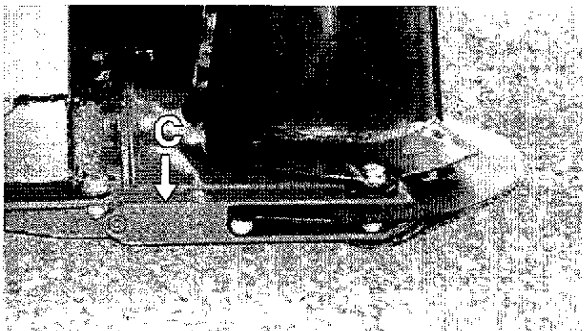

fig.39
- Per la sostituzione dell'olio: posizionare la barra in posizione orizzontale, rimuovere il riparo laterale, il coperchio **C** (fig.39) e lasciare fuoriuscire l'olio.
- To change the oil, the bar should be horizontal. Then remove the side guard, the cover **C** (fig.39) and allow the oil to drain out.
- Pour la vidange de l'huile: placer la barre à l'horizontale, déposer la protection latérale, il couvercle **C** (fig.39) et laisser l'huile s'écouler.
- Para el cambio de aceite: colocar la barra en posición horizontal, quitar la protección lateral, la tapa **C** (fig.39) y dejar salir el aceite.
- Zum Ölwechsel: die Stange in horizontale Stellung bringen, die Seitenabdeckung und die Abdeckung **C** (Abb.39) entfernen und das Öl herauslaufen lassen.